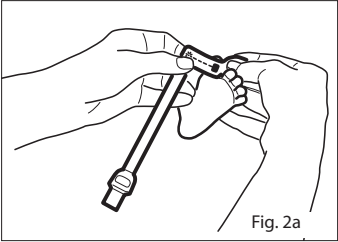

Fig. 2a
2. Reportez-vous à la Fig. 2a. Dirigez le câble du capteur de façon à ce qu'il repose sur le dessus du pied. Placez le détecteur sur la partie charnue du gros orteil. Vous pouvez également utiliser l'orteil situé à côté du gros orteil ou le pouce (non illustré).